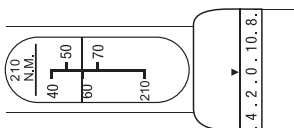

Fig. 1
- Positionnez l'échelle principale sur la valeur avec la division „60“ et le réglage de précision sur „0“. La clé dynamométrique est maintenant réglée sur 60 Nm (Fig. 1).